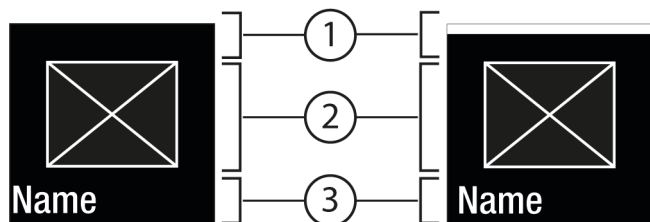
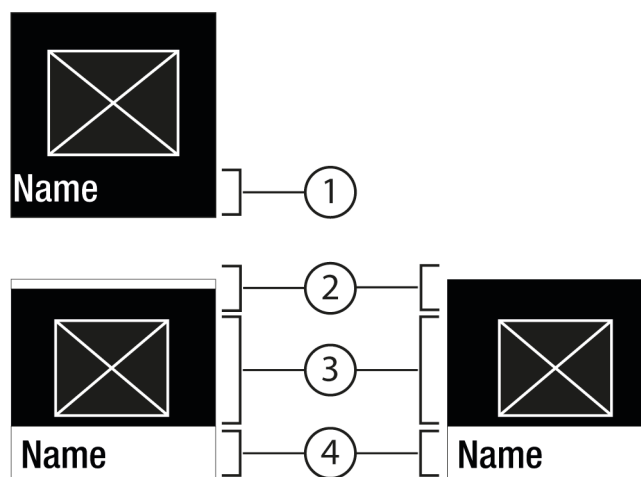

Fig. 6
Fig. 7
- Con Conferma Fig. 5 (2) richiamare il sottomenu Fig. 7 (4).
- Impostare un valore nuovo: Con Conferma Fig. 5 (2) selezionare un valore disattivato Fig. 6 (1).
- Ritorno al menu: Con Conferma Fig. 5 (2) selezionare un valore già attivato Fig. 6 (2).
- ▷ Stato: attivato *Fig. 6 (1)* è visualizzato brevemente nel sottomenu *Fig. 7 (4)*.